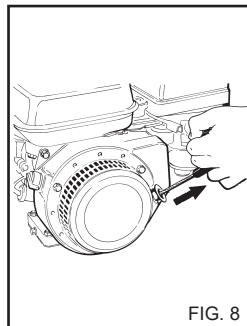

FIG. 8
4) Start forbrændingsmotoren ved at trække i det automatiske trækkabel (fig. 8).